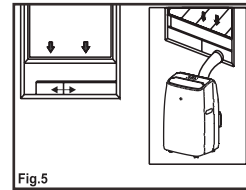

Fig.5
4. Fije la toma de salida de la manguera al kit deslizador de ventana y selle. (Fig. 5 y 6).